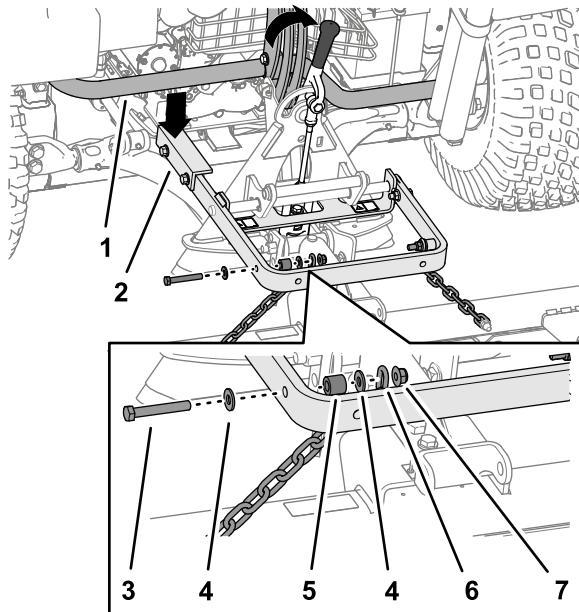

Figura 6
Importante: Il braccio lungo del gruppo del braccio di sollevamento deve essere sotto il gruppo del telaio posteriore del trattore (Figura 6).
Sollevate e spostate sempre l'accessorio per mezzo della maniglia prevista sul retro dell'adattatore per accessori (Figura 6).
5. Fissate l'anello superiore di ciascuna catena alla parte esterna del braccio di sollevamento (Figura 6) utilizzando un bullone (3/8" x 2 1/2"), 2 rondelle (3/8" x 7/8"), un distanziale e un dado di bloccaggio (3/8").